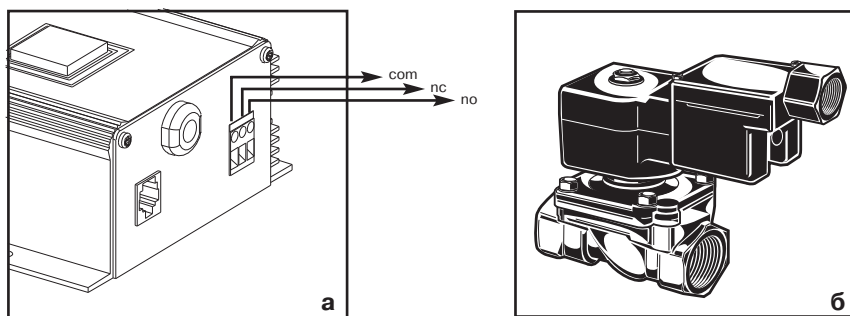

Рис. 6
такты (**рис. 6а**) работают в нормально открытом (NO) или нормально закрытом (NC) режиме. Соответственно, эти контакты останутся закрытыми или открытыми, пока интенсивность излучения не превысит 50%. Сухие контакты обычно используются для управления соленоидным клапаном (**рис. 6б**), но могут управлять и сигнальной сиреной, лампочкой. Эти контакты не находятся под напряжением, а являются сигнальными. Любое дополнительное оборудование, подключаемое к этим контактам, должно питаться от другого источника (до 2А, 250В).